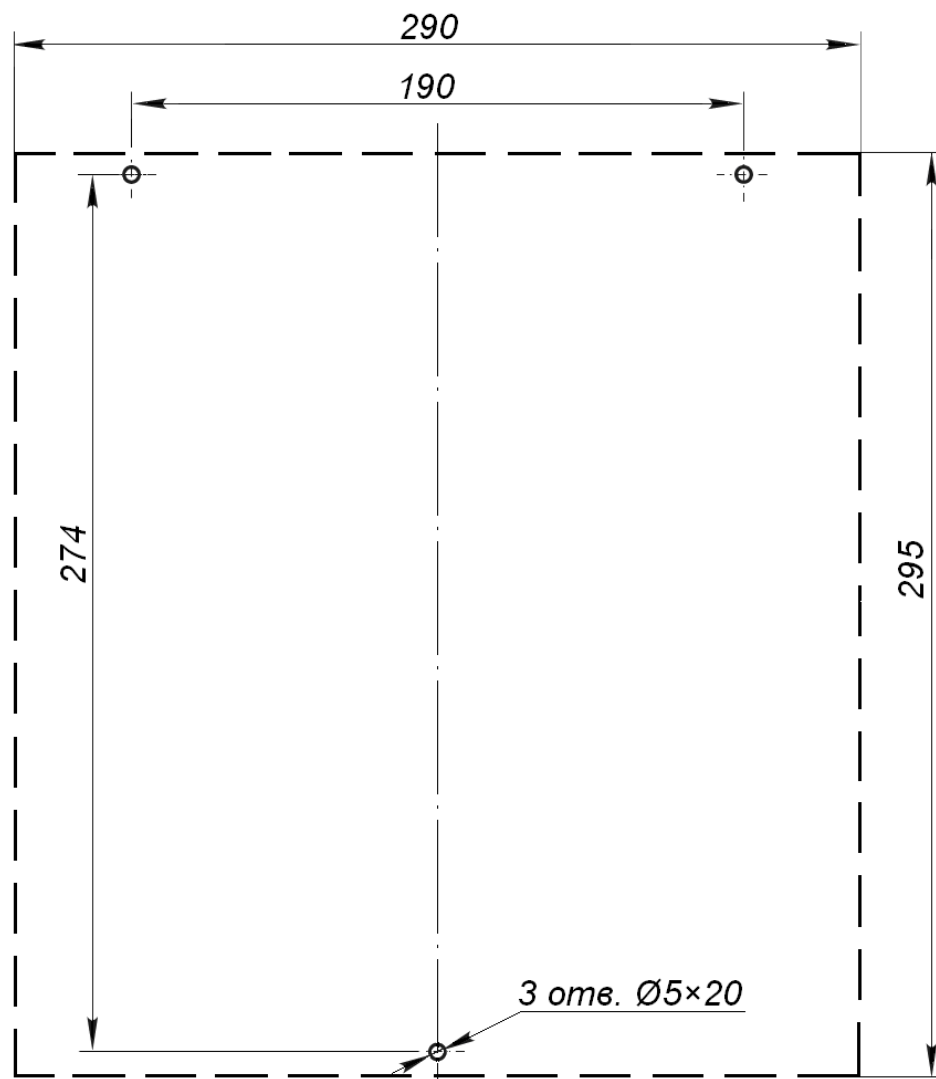

Рисунок 9. Разметка отверстий для крепления БУ на стене
5. Извлеките из коробки створку (3). Установите ее на поворотную стойку (1) в патрубки (14). Через отверстия в патрубках (14) затяните установочные винты крепления створки ключом шестигранным S5. Убедитесь, что створка (3) надежно закреплена.
6. Проверьте свободный поворот створки калитки. Для этого разблокируйте ключом (7) замок механической разблокировки (6) (см. разд. 10.1). Створка калитки должна поворачиваться рукой в обе стороны легко и равномерно. После проверки установите створку в исходное положение и заблокируйте вращение калитки ключом.
8. Выполните разметку отверстий для крепления БУ (8) на стене согласно рис. 9. Просверлите отверстия и установите в них пластмассовые дюбели из комплекта.